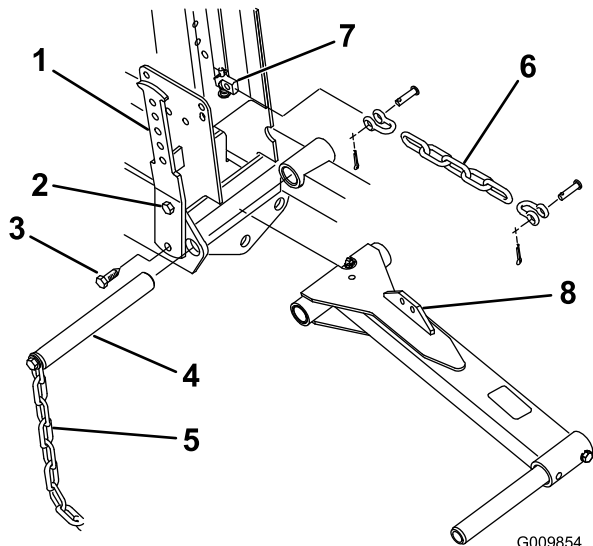

Figura 6
3. Allentate il bullone superiore che fissa il braccio di contrappeso sinistro al telaio (Figura 6).
4. Rimuovete il bullone inferiore e il dado che fissa il braccio di contrappeso sinistro al telaio (Figura 6).
5. Ruotate il braccio di contrappeso verso l'esterno e rimuovete il perno orientabile del braccio sinistro e la catena del ribaltatore (Figura 6).
6. Posizionate il braccio di sollevamento tra gli elementi del telaio, allineate i fori di montaggio e installate il perno orientabile (Figura 6). Inserite il perno orientabile in modo che il braccio di contrappeso